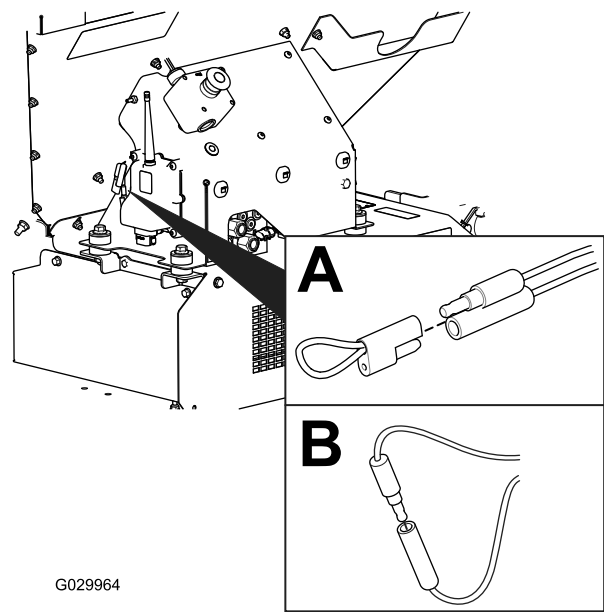

Figura 59
- 2. Tirate via il tappo collegato dei 2 connettori di derivazione diagnostici (Figura 59, A).
- 3. Collegate tra loro i connettori di derivazione diagnostici (Figura 59, B).
2. Scollegate i connettori di derivazione diagnostici (Figura 59, B).
3. Spingete il tappo collegato sui 2 connettori di derivazione diagnostici (Figura 59, A).